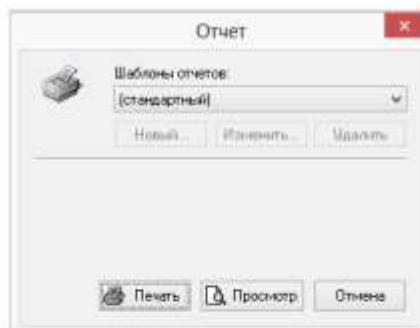

Рисунок 16.20. Диалог создания отчета
2. Нажмите кнопку . Появится диалог создания отчета. (смотрите Рисунок 16.20. «Диалог создания отчета»).